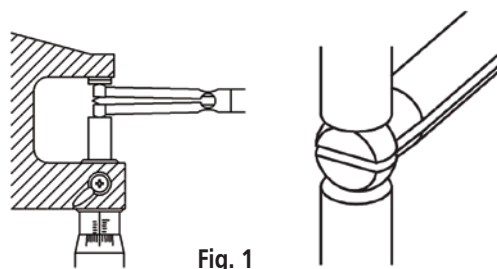

Fig. 1
4. Defina o ponto zero antes de iniciar a medição. Para executar o ajuste inicial com um micrômetro externo, posicione o micrômetro na orientação vertical com o fuso do micrômetro e o batente como mostrado. **(Fig. 1)**